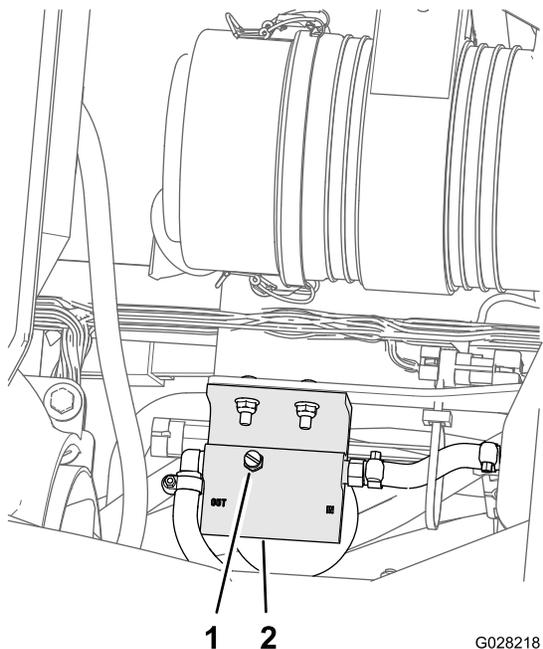

图73
5. 松开燃油/水分分离器顶部的排气塞（图73）。
7. 拧紧排气塞（图73），然后将启动开关转至“关闭”位置。